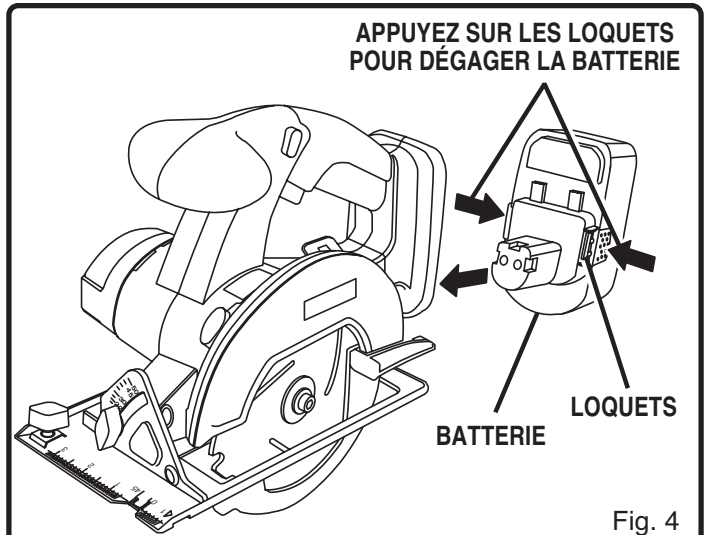

Fig. 4
- Repérez les loquets situés sur chaque côté de la batterie. Appuyez sur ces loquets pour dégager la batterie de la scie. Voir figure 4.
Voir figure 4.